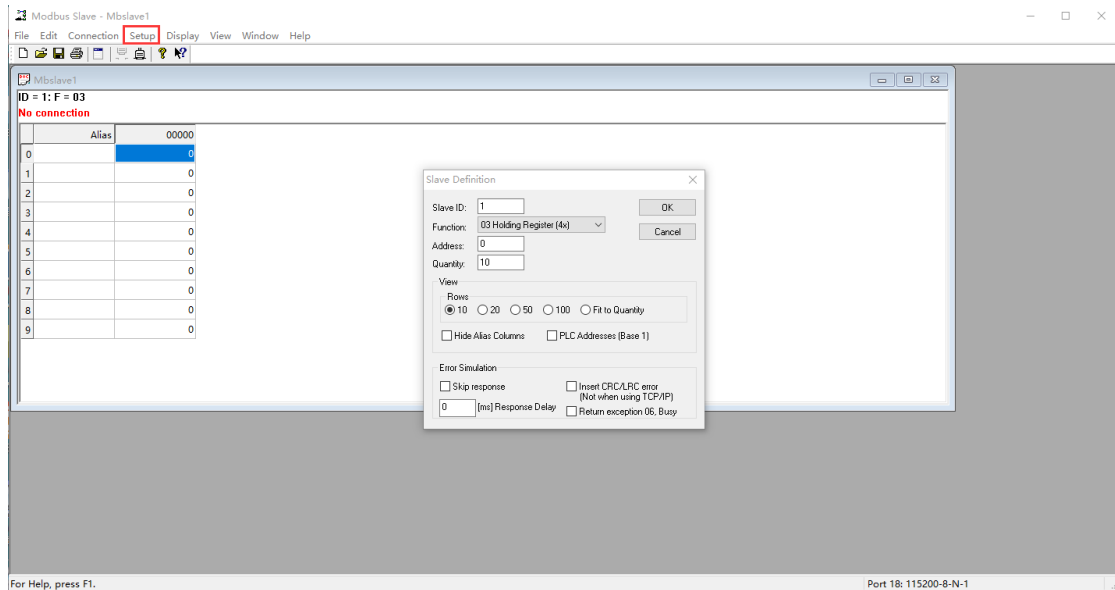

Abbildung 6-25 Einstellungen des MODBUS-Protokolls der Slave-Software
(5) Öffnen Sie das Tool "Modbus Slave" und richten Sie das MODBUS-Protokoll auf die gleiche Weise wie bei "Modbus Poll" ein, wählen Sie Funktionscode 3, wie in Abbildung 6-25 gezeigt.